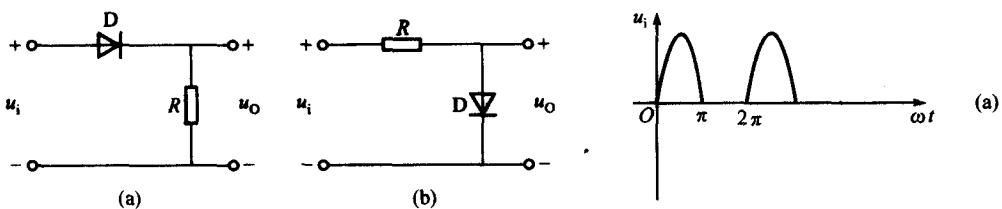

图 14.03 习题 14.3.3 的图
14.3.3 在图 14.03 所示的两个电路中, $u_i = 30\sin\omega t$ V, 二极管的正向压降可忽略不计, 试分别画出输出电压 u_o 的波形。
在图 14.03 图(b)中, $u_o = u_D$, u_i 正半周时, $u_o \approx 0$; u_i 负半周时, $u_D = u_i$ (其波形如解 14.3.3 图(a)、(b)所示).